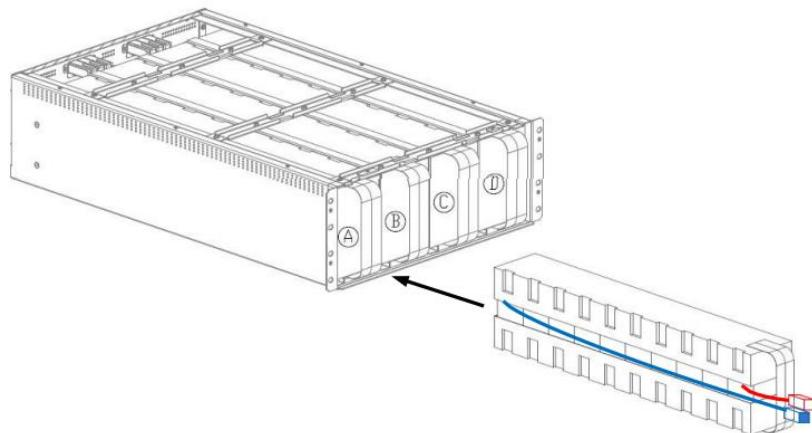

РИСУНОК 11 - УСТАНОВКА БЛОКОВ А, В, С И Д
4. Установите верхнюю крышку батарейных блоков. Вставьте батарейные блоки А, В, С и D в батарейный шкаф слева направо (рисунок 11).